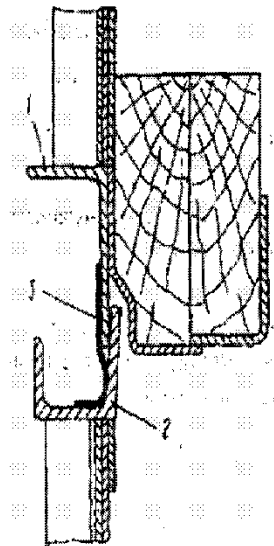

Рис. 8.7. Заделка зазора между створками двери:
2.6. Заделка зазора между створками двери (рис. 8.7) осуществляется наклеиванием полос стеклоткани шириной до 200 мм по всей длине зазора.